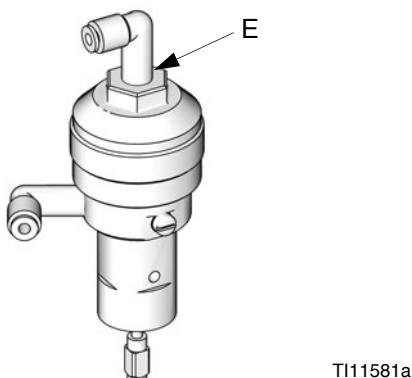

Рис. 25. Настройка клапанов
Дозировочные и промывочные клапаны настроены на производстве так, что их шестигранная гайка вывернута на 1 и 1/4 поворота из полностью закрытого положения. Такая настройка ограничивает максимальную скорость подачи жидкости в интегратор и минимизирует время срабатывания клапана. Чтобы открыть дозировочный или промывочный клапан (для материалов высокой вязкости), поверните шестигранную гайку (E) против часовой стрелки. Чтобы закрыть дозировочный или промывочный клапан (для материалов низкой вязкости), поверните гайку по часовой стрелке. См. Рис. 25.